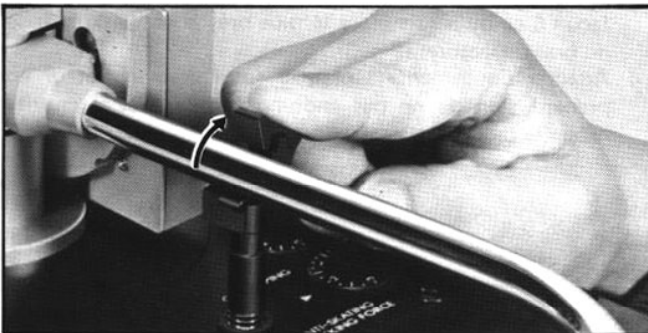

Fig. 8 Abb. 8
#### 5. Tonearm height adjustment (Figs. 8, 9, 10)
2. Remove the clamp. (Fig. 8)
#### 5. Tonarm-Höheneinstellung (Abb. 8, 9, 10)
2. Entfernen Sie die Tonarmklemme (Abb. 8).
#### 5. Réglage de la hauteur du bras de lecture (Figs. 8, 9, 10)
2. Enlever l'étrier (Fig. 8).